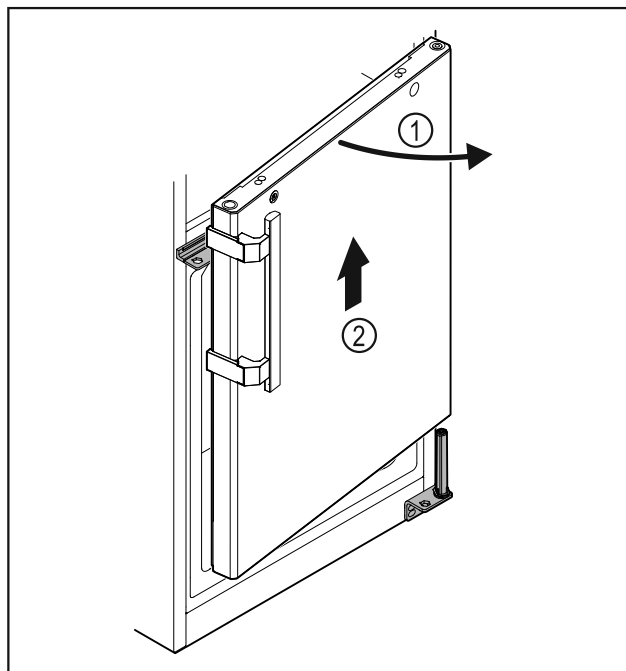

Fig. 28
- ▶ Deur Fig. 28 (1) iets openen, circa 200 mm recht omhoog tillen en verwijderen Fig. 28 (2).